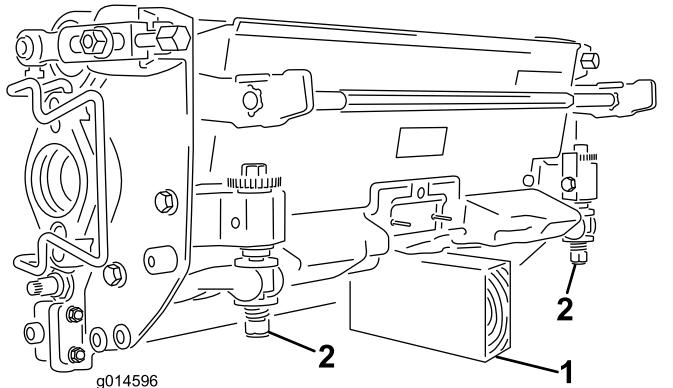

图42
**重要事项** 当您需要翻转滚刀组时应支撑住滚刀组的后部确保底刀架调节螺丝后端的螺母不会接触工作表面图 42。